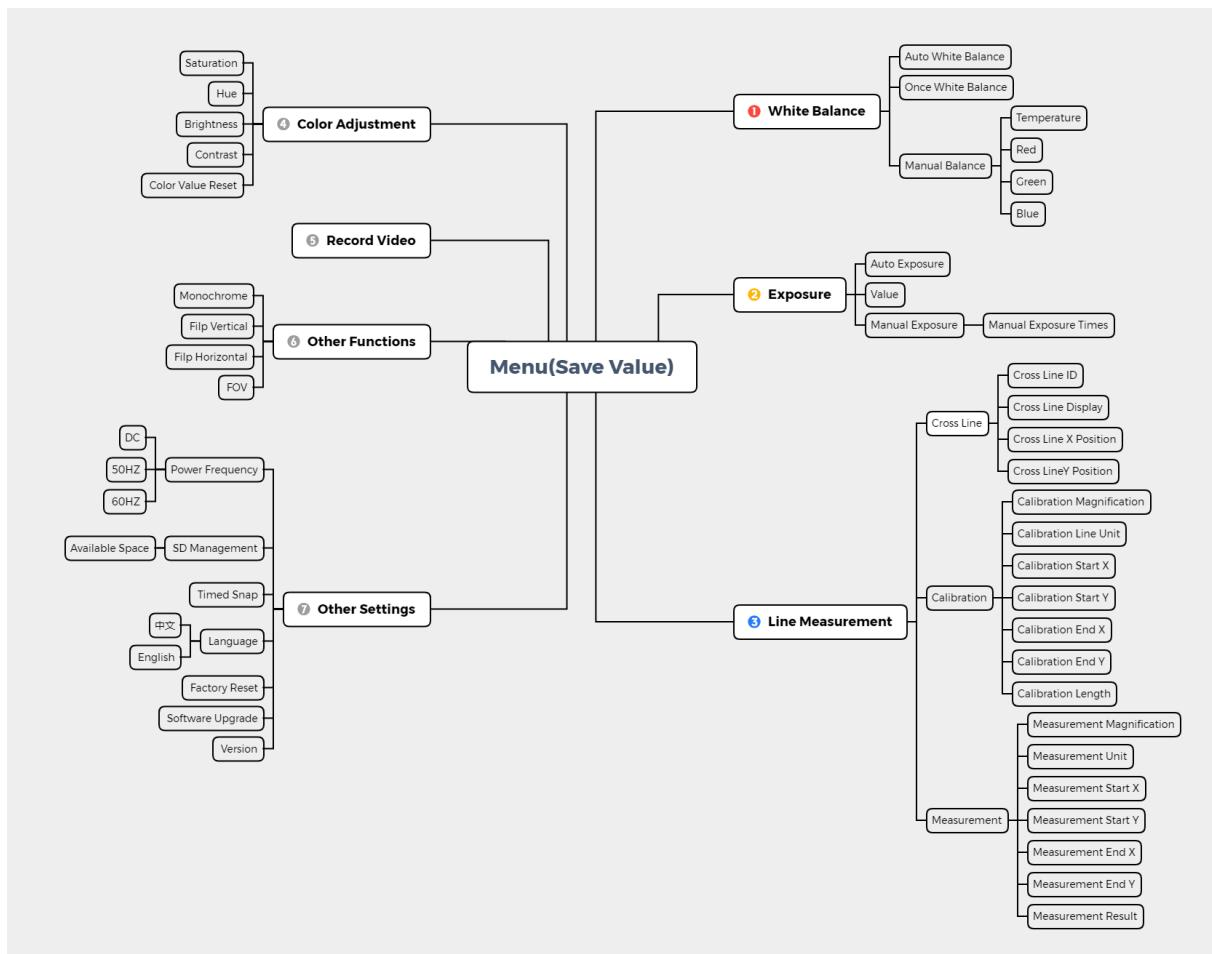

Fig. 23
4. Les fonctions spécifiques de ce menu sont présentées à la Fig. 23.